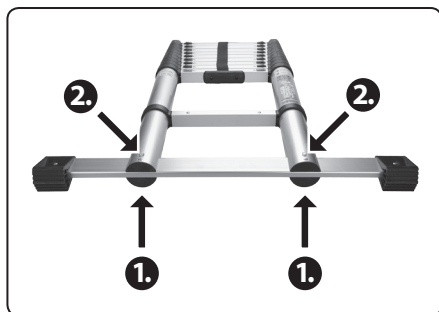

Abb. 2
1. Stellen Sie die Leiter auf den Boden und schieben Sie die Basis mit den Stützfüßen in die Ausschnitte in beiden Leiterrohren ein, sodass die Löcher in der Basis mit den Löchern in den Leiterrohren ausgerichtet sind (Abb. 2, Schritt 1).
2. Befestigen Sie dann die Basis mit einer Schraube an jedem Leiterrohr, sodass sich der Schraubenkopf an der Seite der Leiter befindet, an der sich die Schösser auf beiden Seiten der Sprossen befinden (Abb. 2, Schritt 2).